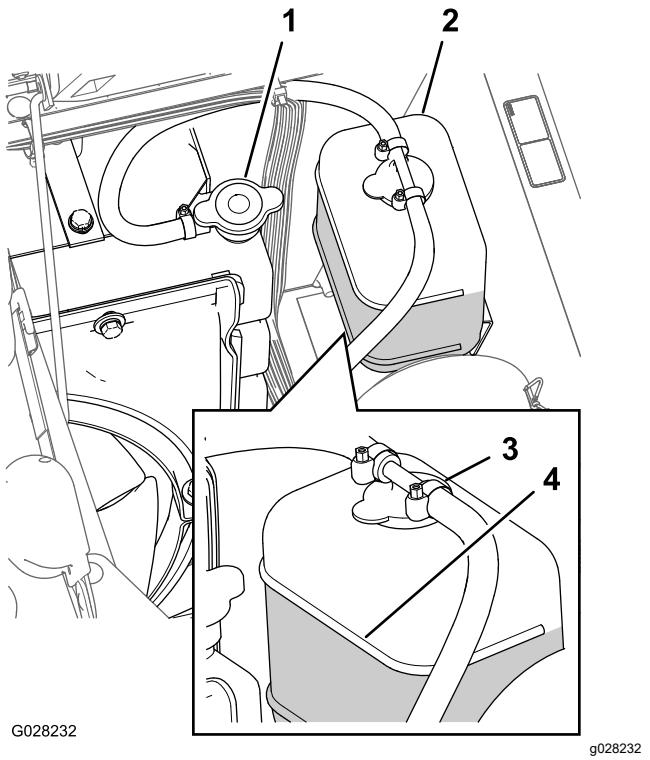

図 91
3. ラジエーターと補助タンクのキャップを注意深く開ける図 91。
**注** ラジエーターは補給口の首の上部まで、補助タンクはFULLマークまであれば適正です図 91。
5. 不足であれば補助タンクとラジエタ一本体に補給する。ラジエーターは首の部分まで、タンクはFULLマークまで入れる図 91。
6. ラジエーターと補助タンクのキャップを閉める図 91。
2. エンジンが十分に冷えているのを確認してラジエターのキャップを開ける(図 91)。
6. ラジエターキャップを取り図 91。
8. ラジエターのキャップを軽く締めてエンジンを始動する図 91。
10. 冷却液の温度が上昇したら、ラジエターをキャップの縁まで一杯に満たす 図 91。
11. 補助タンクのキャップを開けて、Coldレベルまで冷却液を補充する 図 91。